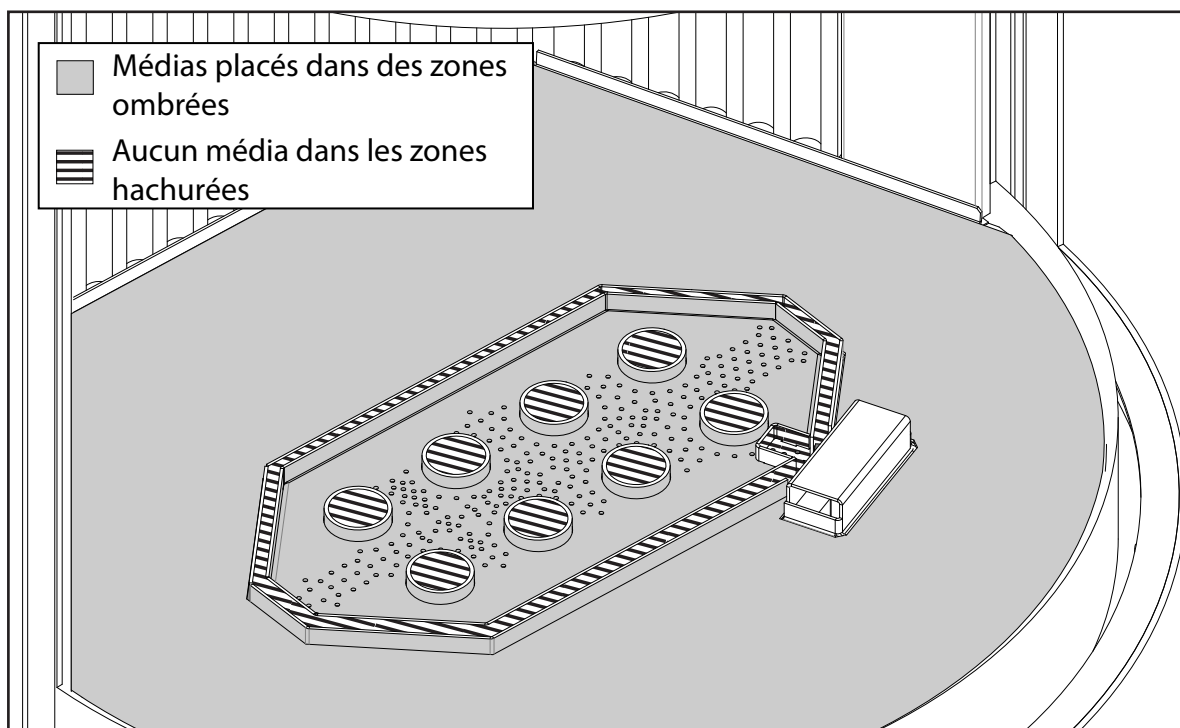

Figure 101: Zone d'installation des médias
***Remarque:** Assurez-vous que les zones mises en évidence dans la Figure 101 ne sont pas couvertes par les médias. Ces zones doivent être dégagées pour permettre une bonne circulation de l'air. Si vous ne le faites pas, le foyer ne brûlera pas correctement.